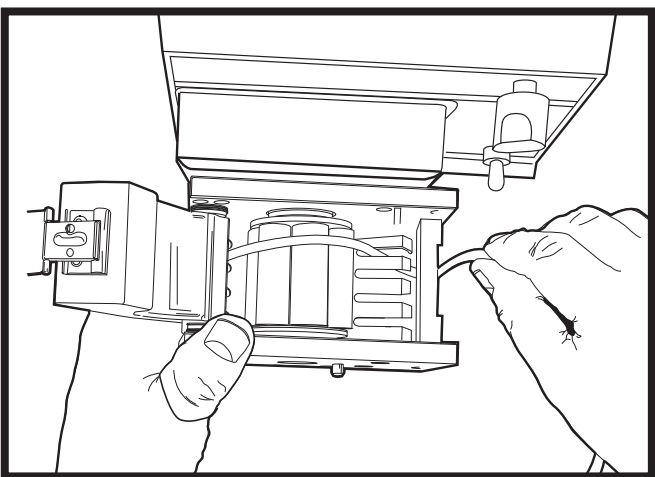

Figura 8: Fissaggio del collare di blocco nella fessura corrispondente.
4. Assicurandosi di non torcere i tubi, distenderli tirando con delicatezza intorno ai rulli per fissare il collare nell'apposita fessura all'estremità opposta della testa pompante (lato della chiusura) (figura 8);